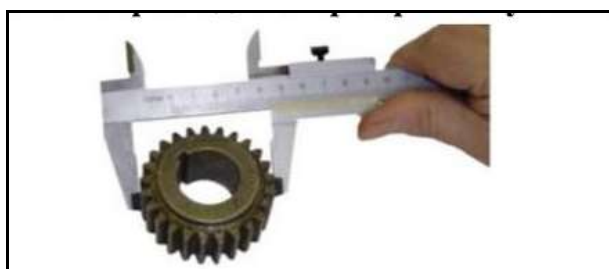

Рис.58 Определение диаметра вершин зубьев колеса
1. Штангенциркулем измерить диаметр вершин зубьев колеса -  $d_a$  (рис. 58);